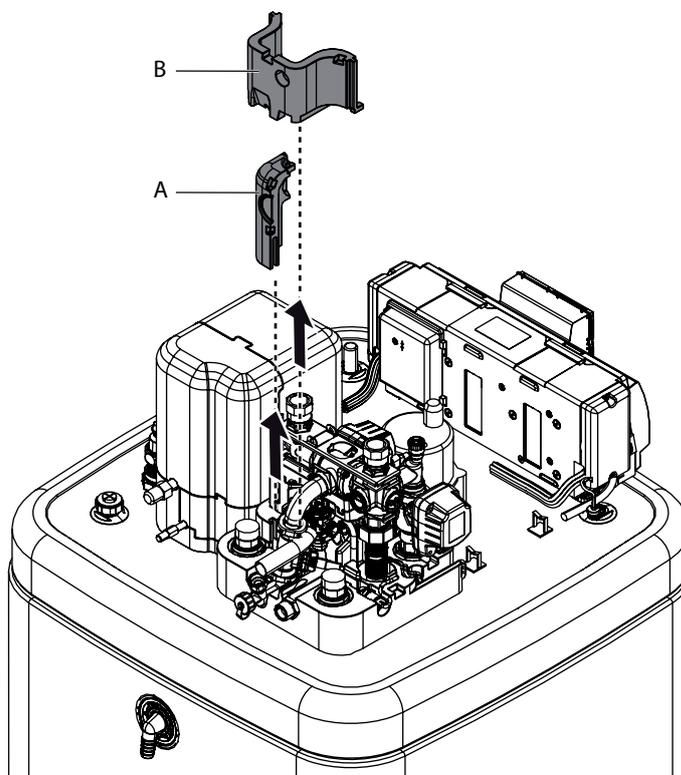

Fig. 4-9 Retirar la parte inferior del aislamiento térmico
- Extraer verticalmente el elemento aislante lateral (fig. 4-9, pos. A).
- Extraer verticalmente el elemento aislante trasero (fig. 4-9, pos. B).